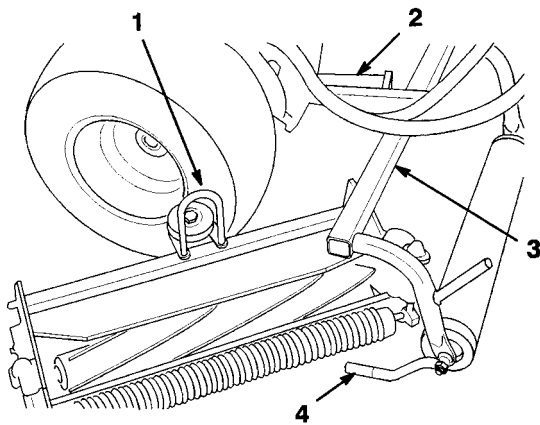

図 5
2. カuttingユニットをプルフレームの下に引き入れ、吊り輪(フープ)を昇降アームに引っかける(図5)。